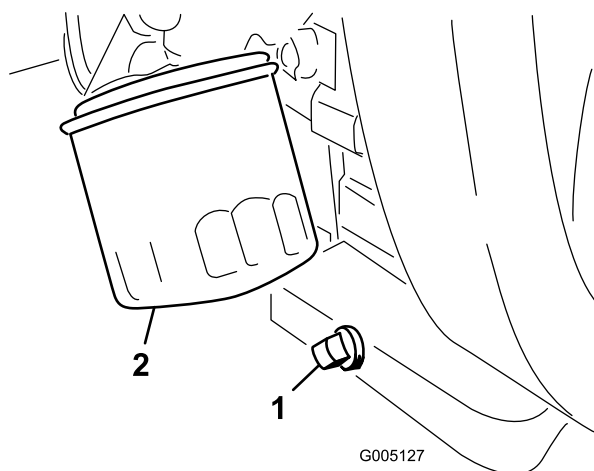

Figure 48
1. Retirez le bouchon de vidange (Figure 48) et laissez couler l'huile dans un bac de vidange. Remettez le bouchon quand toute l'huile s'est écoulée.
2. Déposez le filtre à huile (Figure 48). Appliquez une fine couche d'huile sur le joint du filtre de rechange.